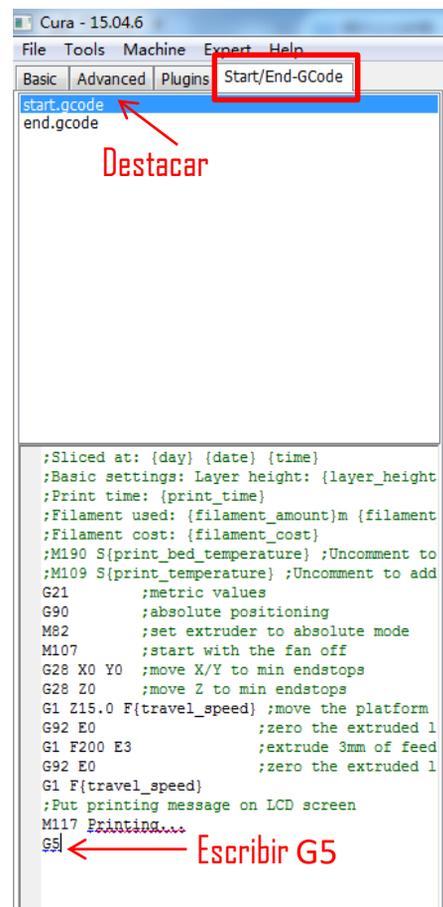

Imagen 36
2. La primera vez que se utiliza esta función, los usuarios deben añadir "G5" al código start.gcode, como se muestra en la **Imagen 36**. A continuación, guarde el modelo como archivo GCode en la tarjeta de memoria mediante "File" → "Save GCode".